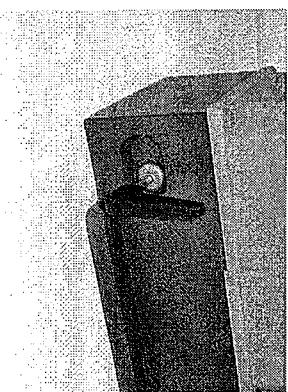

Fig. G1
- 1 Mettere in posizione di svincolo l'operatore con l'apposita chiave (il cancello deve potersi aprire a spinta-comando manuale) (fig. G1).